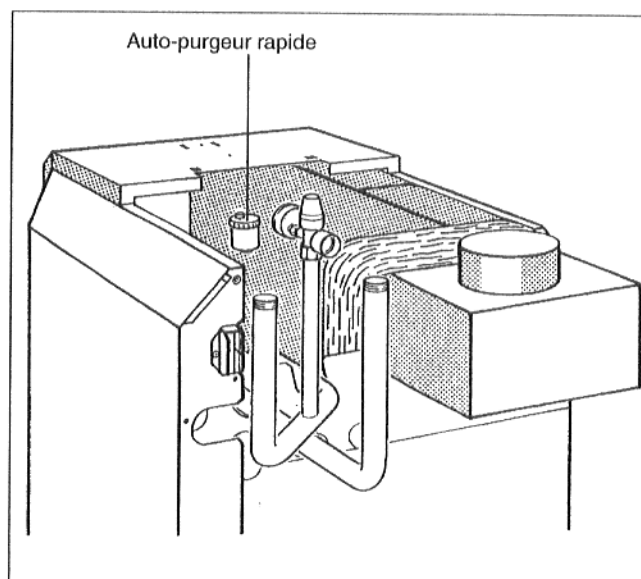
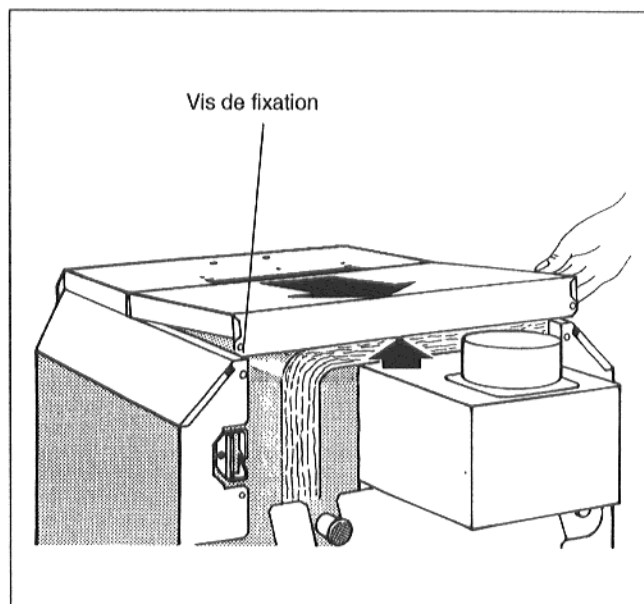

Fig. 10 Auto-purgeur rapide G124 XV
Fig. 12 Retirer le capot arrière de la chaudière
La chaudière est en outre purgée par l'intermédiaire de l'auto-purgeur rapide : ouvrir le capuchon de recouvrement de l'auto-purgeur rapide (Fig. 10). Pour retirer le capot arrière de la chaudière, voir Fig. 12.
- Dévisser les deux vis de fixation du capot arrière de la chaudière. Soulever le capot arrière de la chaudière et le pousser vers l'arrière (Fig. 12).